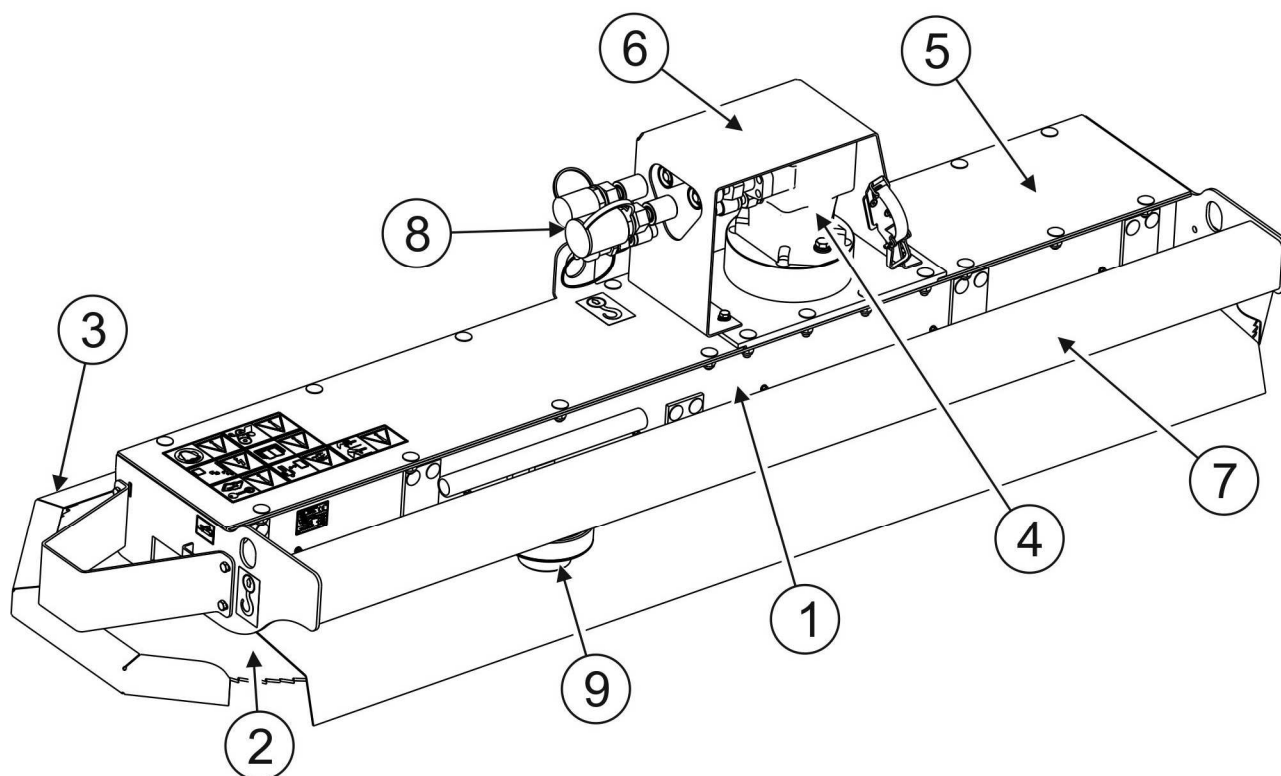

РИСУНОК 3.2 Общее устройство.
(1)- корпус пилы для обрезания ветвей; (2)- дисковая пила; (3)- защитный кожух на время транспорта; (4)- гидравлический двигатель; (5)- крышка; (6)- кожух гидравлического двигателя; (7)- несущий брус; (8)- гидравлические провода; (9)- комплект специальных ключей.
Пила для обрезания ветвей состоит из корпуса (1) (РИСУНОК 3.2), на котором крепится несущий брус (7), позволяющий подсоединять пилу к головке универсальной стрелы WWP600, WWP500, WWP500U или WWP500UH.